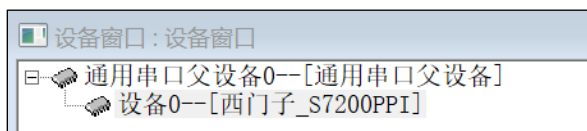

图 15.4-3 添加驱动
- ① 在 McsgPro 软件中，进入设备窗口，将【西门子_S7200PPI】驱动挂载到【通用串口父设备】下，如图 15.4-3 所示。